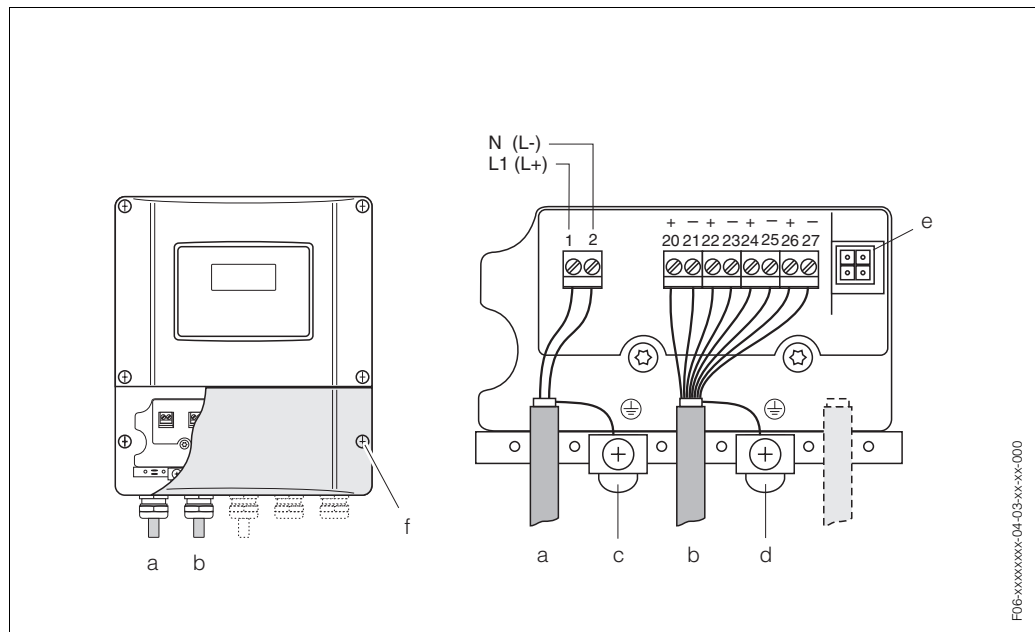

Abb. 16: Anschließen des Messumformers (Wandaufbaugeschäuse). Leitungsquerschnitt: max. 2,5 mm²
- Anschlussplan Wandaufbaugehäuse → Abb. 16